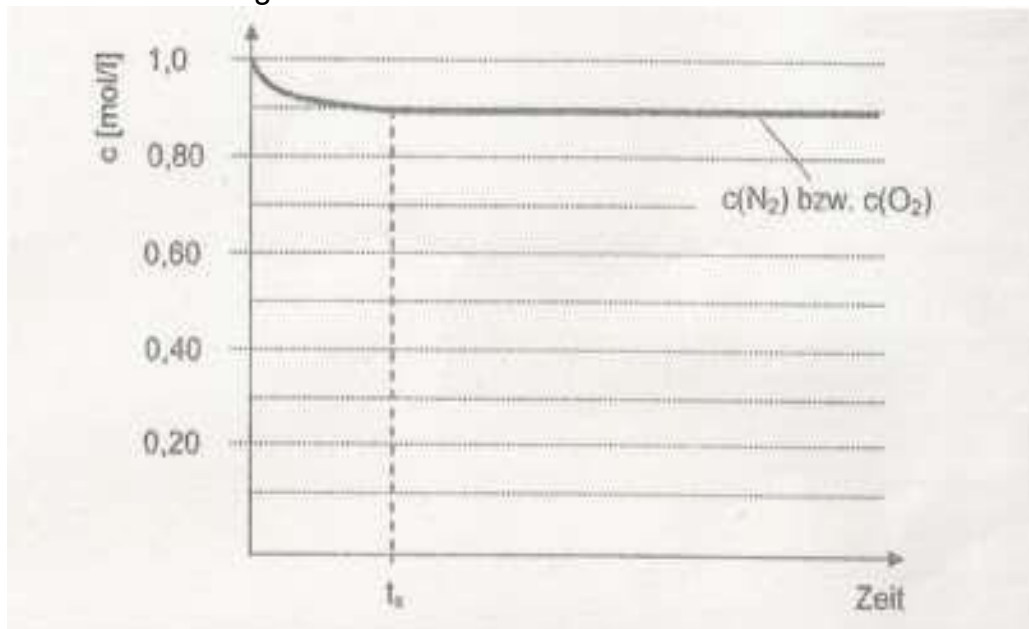

Abb. 2: Konzentration der Edukte der Stickstoffmonoxidsynthese in Abhängigkeit von der Zeit bei konstanter Temperatur und konstantem Druck
- und ergänzen sie Abbildung 2 durch den Kurvenverlauf für die Konzentration von Stickstoffmonoxid! [5 BE]